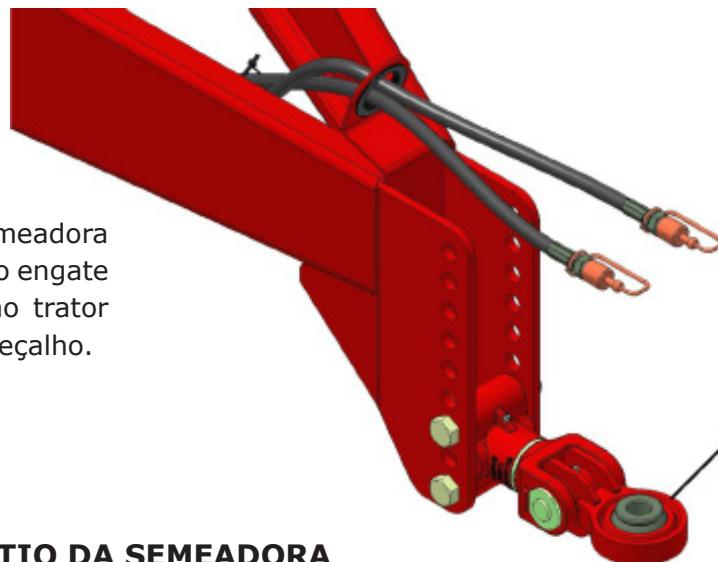

fig. 23
O nivelamento longitudinal da semeadora é obtido através da mudança de posição do engate do cabeçalho (A) (fig. 23), da mesma ao trator utilizando a furação de regulagem no cabeçalho.